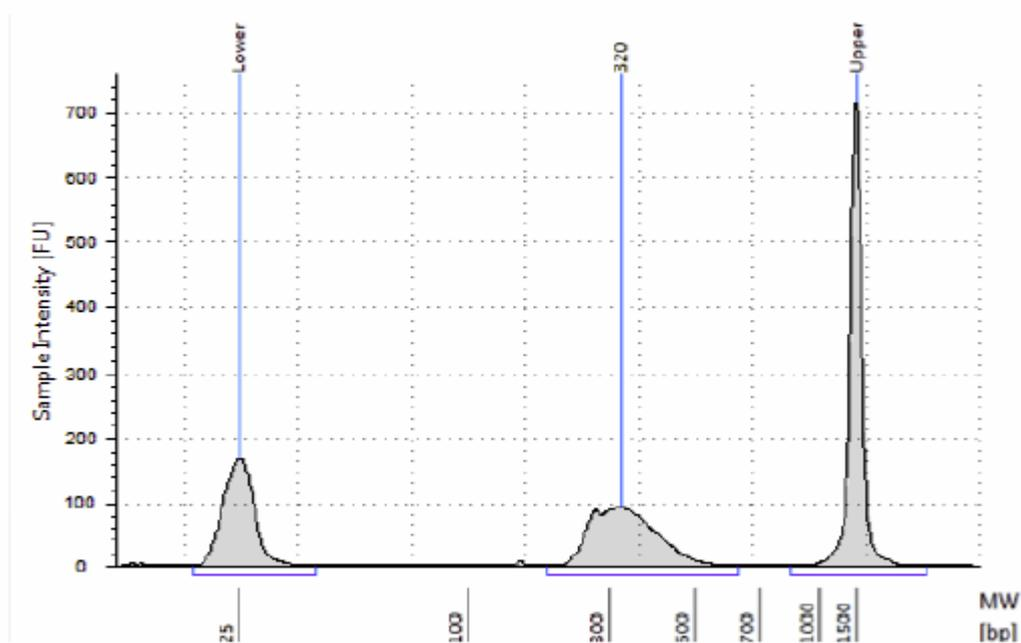

図 23 TapeStation High Sensitivity D1000 キットを用いたキャプチャライブラリの定量とサイズ確認。250 bp – 350 bp の間のサイズにシングルピークのピークトップが観察される。
3. 結果をチェックします。図 23 の泳動図のような分布が得られ、250 bp - 350 bp 付近の位置にピークトップがあることを確認します。